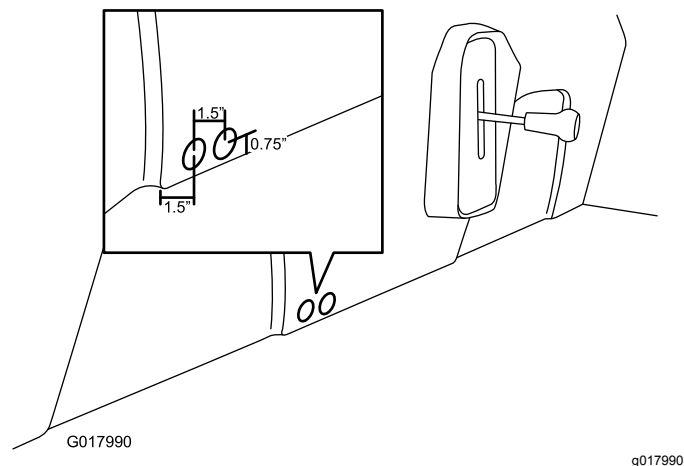

Figura 25
- Contrassegnate e praticate 2 fori nella base del sedile utilizzando una sega a tazza (1"), come illustrato nella Figura 25.